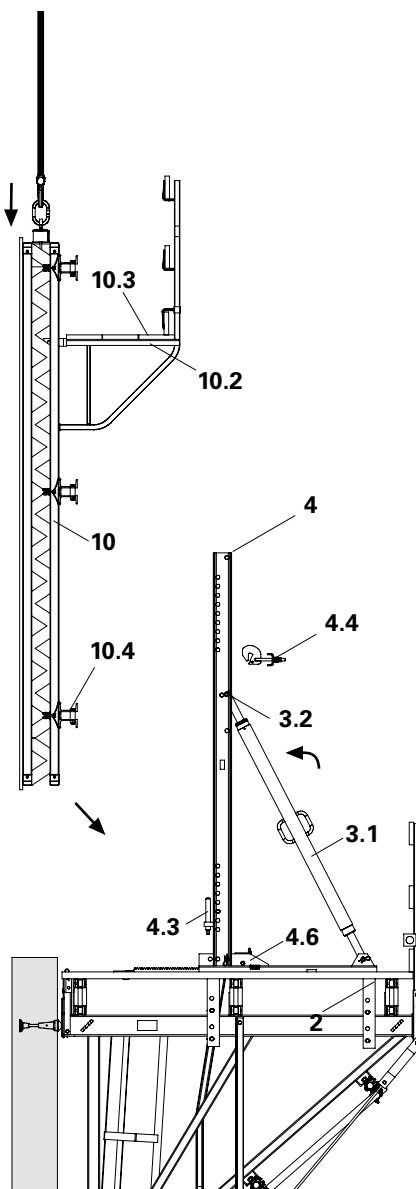

Fig. B2.11
5. Appoggiare la cassaforma (10) con il corrente inferiore (10.4) sul dispositivo di regolazione. L'imbracatura di sospensione rimane tesa.
6. Montare gli attacchi di fissaggio (4.4) sui correnti. (Fig. B2.11)